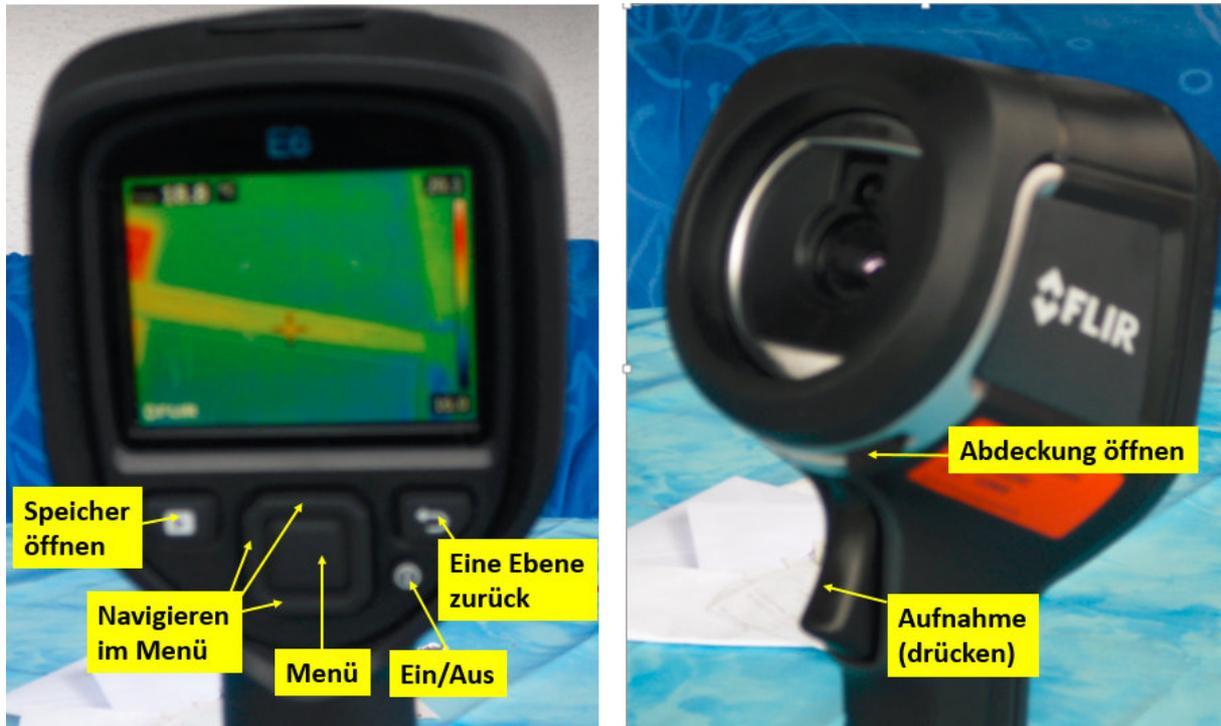

Abb.1: Bedienungsknöpfe
*Abb.1: Typisches Fassadenbild eines geheizten Hauses. Die gelben Zonen sind wärmer als die violetten – dort entweicht mehr Wärme. Durch bessere Isolierung könnte das vermieden werden. Schwachpunkte sind fast immer die Fenster, Fensterfassungen und Rollladenkästen. Außerdem sind hier die Decken nicht ausreichend von den Wänden isoliert.*
- Bei der Farbauswahl können sie zwischen Rainbow (Bsp. Abb.1) und Iron ( alle Wärmebilder im Haupttext wählen). Dabei bietet Rainbow mehr Farbabstufungen